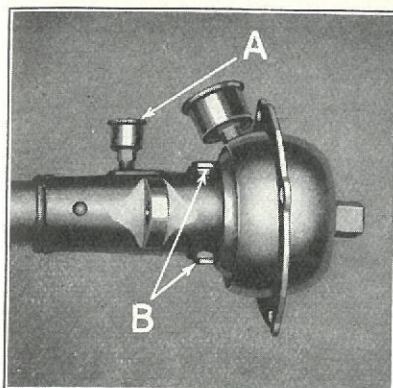

Fig. 331
575 Skru Smørekoppen af (Fig. 331-A) og de to Stopskruer »B«.
- 592** Indsæt de to Stopskruer »B« (Fig. 331) i Kardanrøret.
- 593** Fyld Fedtkoppen med Fedt og skru den fast (Fig. 331-A). Indskru hele Koppens Fyldning og fyld Koppen igen, hvorefter Kardansystemet er færdigt.